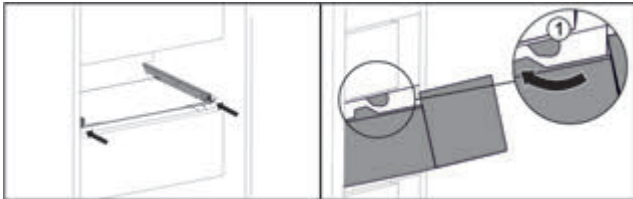

Fig. 50
- ▶ Обвести висувний ящик навколо стопора Fig. 50 (1).